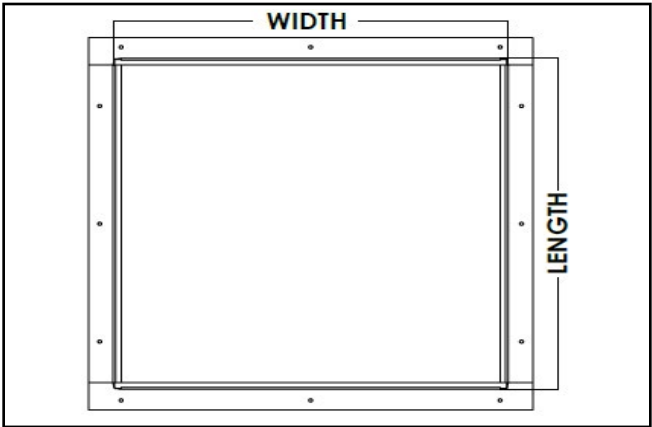

Figura 3.
- 3. Recorte un orificio en el panel de yeso según las siguientes dimensiones. (Figura 3)